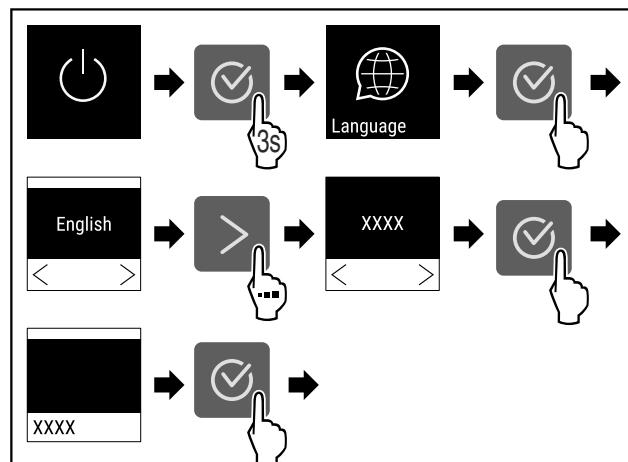

Fig. 55
- Výkonajte kroky akcie (pozri Fig. 55) .